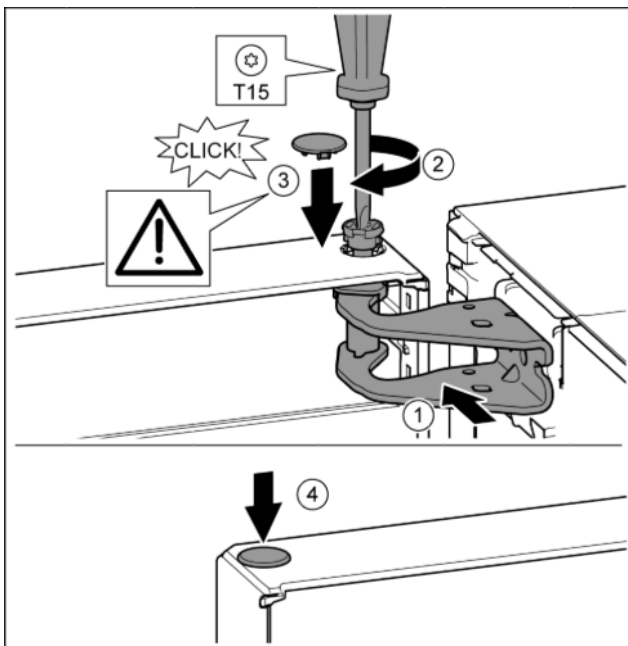

Fig. 16
- ▶ Orienter la porte en haut pour l'ouverture dans le support de palier. Fig. 16 (1)
- ▶ Poser le boulon et le visser avec un tournevis T15. Fig. 16 (2)
- ▶ Monter le cache de sécurité pour sécuriser la porte : Mettre en place le cache de sécurité et contrôler s'il repose sur la porte. Sinon, enfoncer à fond le boulon. Fig. 16 (3)
- ▶ Mettre le bouchon en place. Fig. 16 (4)